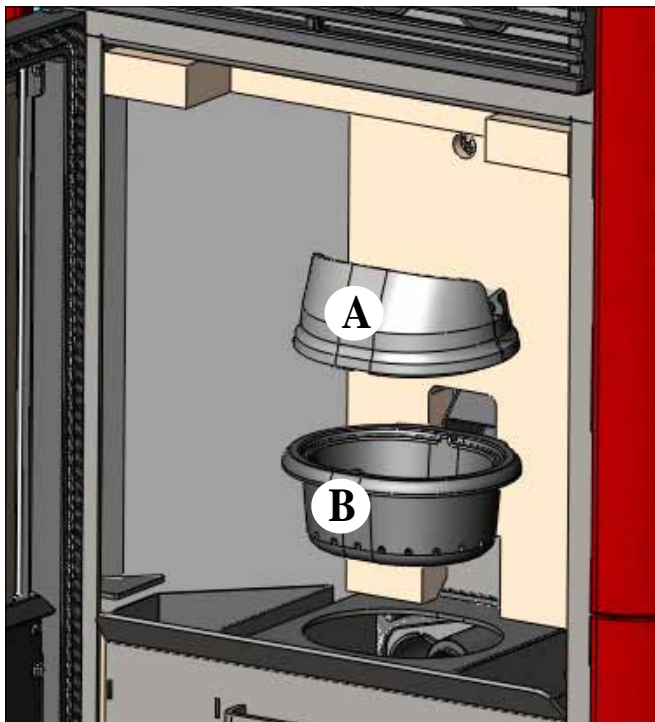

fig. 1
Dopo la normale pulizia, il NON CORRETTO accoppiamento del crogiolo superiore (A) (fig. 1) con il crogiolo inferiore (B) (fig. 1) può compromettere il funzionamento della termostufa.